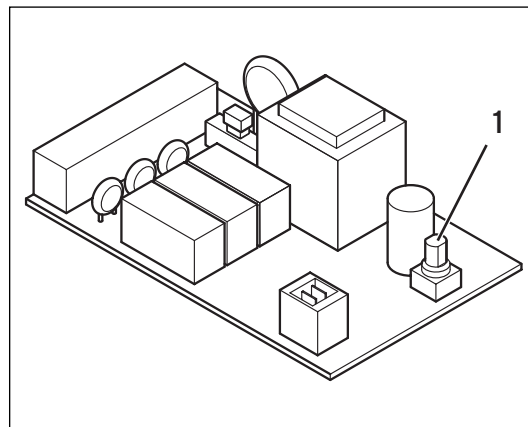

Рис. 4.3 Настройка адреса шины
- Настройте переключатели адреса (1) (смотрите рис. 4.3) подключенных коммутаторов на их адрес шины. Этот адрес шины определяется очередностью котла внутри каскада.